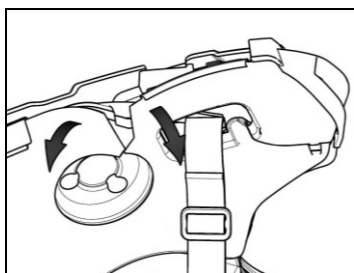

Fig. 11
- Extraer la protección plástica de la almohadilla (Fig. 11).